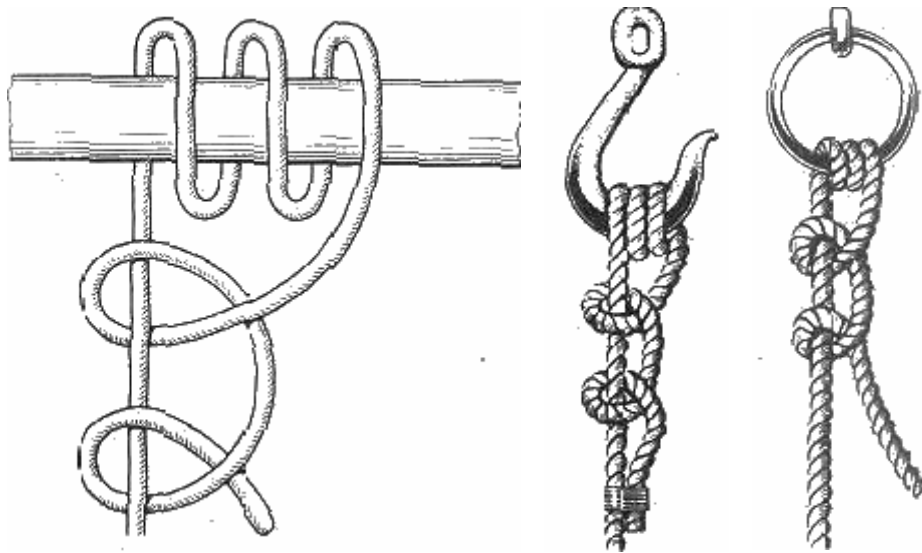

Рис. 13. Простой штык с двумя шлагами
**Простой штык с двумя шлагами** (рис. 13). Фактически это тоже разновидность простого штыка. Отличие от предыдущего узла - дополнительный, третий шлаг. Он увеличивает прочность узла, если трос испытывает постоянное трение о кнехт или битенг. Крепление троса к гаку с применением этого узла - весьма надежный способ.